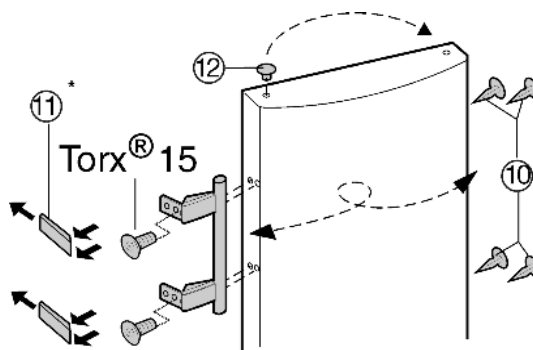

Fig. 8
- Stopfen Fig. 8 (12) aus der Türlagerbuchse herausheben und umsetzen.
- Türgriff, Stopfen Fig. 8 (10) und Druckplatten Fig. 8 (11) abmontieren und auf die Gegenseite umsetzen.